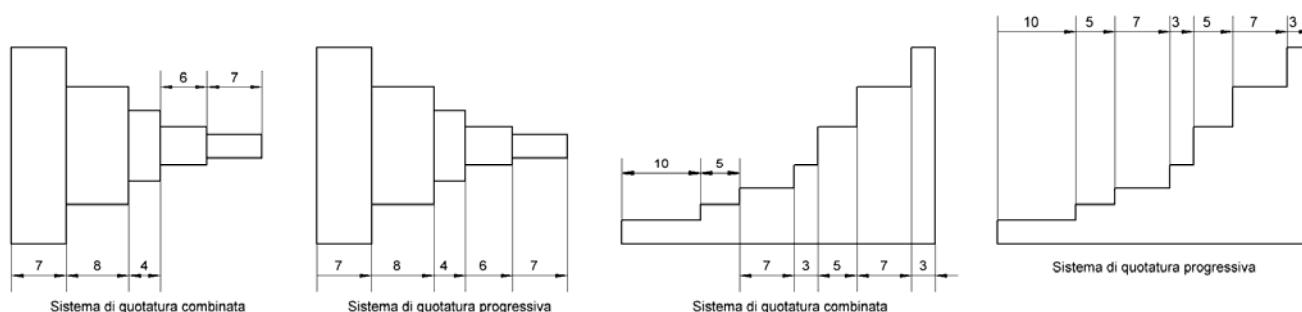

Fig. 2.64 - Esempi di quotatura combinata e progressiva.
- 3) Sistema di quotatura combinata. Questo sistema è una combinazione dei sistemi in serie e in parallelo ed è quello più comunemente usato (v. fig. 2.64).
- 4) Sistema di quotatura progressiva. Questo sistema è uguale al sistema di quotatura in parallelo, ma è caratterizzato da una sola linea di misura che permette di occupare uno spazio ridotto. L'inizio della linea di misura è contraddistinto dal numero 0, mentre le quote si dispongono in prossimità delle frecce (v. fig. 2.64).